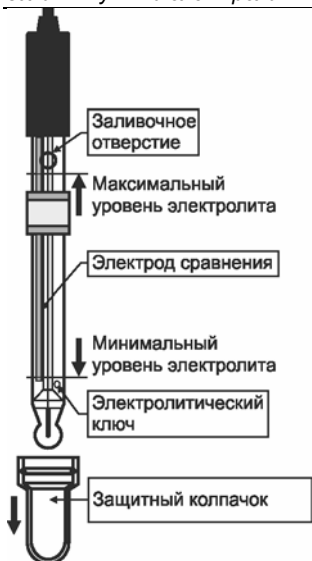
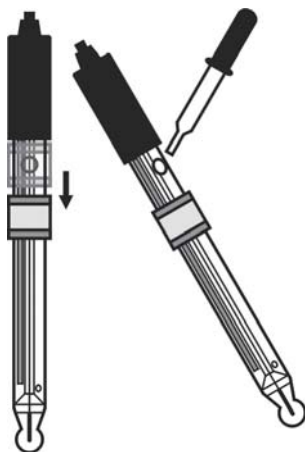

Рис. 1
Рис. 2
4.3 Проверить уровень электролита в электроде, он должен находится в пределах, показанных на рис. 1. При необходимости в электрод следует долить раствор KCl с концентрацией 3 моль/дм3. Для этого нужно сдвинуть вниз защитный пояс, закрывающий заливочное отверстие и заполнить электрод электролитом до уровня заливочного отверстия (рис. 2).
**5.3** Уровень электролита в электроде должен поддерживаться в пределах показанных на рис. 1. При необходимости электролит следует доливать в электрод через заливочное отверстие.